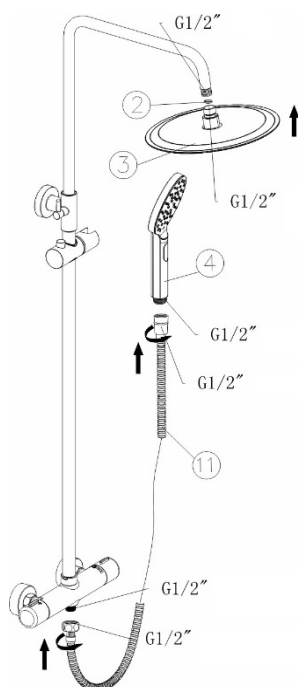

Рисунок 6
13. Установите верхний душ с прокладкой (части 2 и 3), соедините душевой шланг с душевой лейкой (части 4 и 11) и установите на душевую систему (Рисунок 6).